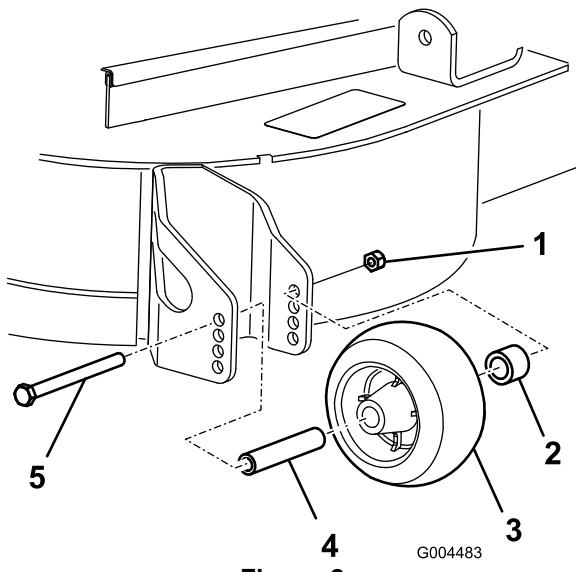

Figura 8
3. Dopo avere regolato l'altezza di taglio, regolate i rulli togliendo il dado flangiato, la boccola, il distanziale ed il bullone (Figura 8).
5. Montate il dado flangiato, la boccola, il distanziale ed il bullone. Serrate a 54-61 Nm (Figura 8).